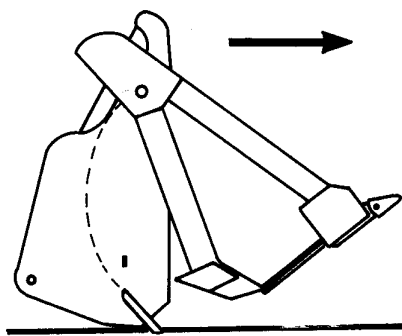

Рис. 4.31. Начало наполнения многооперационного ковша грунтом
3. Для того чтобы использовать многооперационный ковш в качестве обычного ковша, необходимо наклонить его вперед или назад и двигаться машиной вперед. Кромка отвала-ковша будет заглубляться в грунт до тех пор, пока кромка скобы не войдет в полный контакт с грунтом (Рис. 4.31).